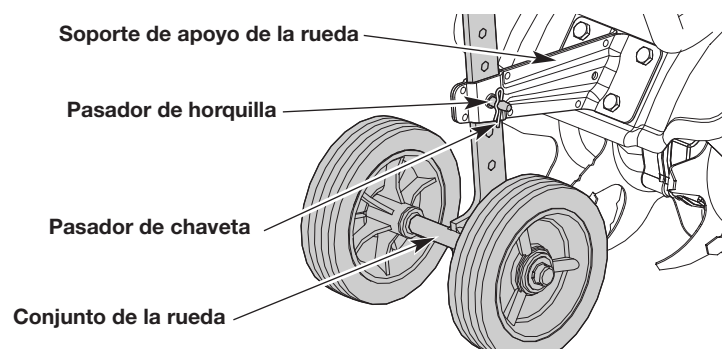

Fig. 1
1. Inserte el conjunto de la rueda en el soporte de la rueda. La forma en "J" del conjunto de la rueda debe quedar orientada en sentido contrario a la unidad (Fig. 1).
2. El orificio del soporte de la rueda debe quedar alineado con el orificio deseado del conjunto de la rueda (Fig. 1).
3. Inserte el pasador de horquilla a través de los orificios alineados (Fig. 1).
4. Inserte el pasador de chaveta en el pasador de horquilla (Fig. 1).
1. Extraiga el pasador de chaveta del pasador de horquilla (Fig. 1).
2. Extraiga el pasador de horquilla del soporte de la rueda y del conjunto de la rueda (Fig. 1).
3. El orificio del soporte de la rueda debe quedar alineado con el orificio deseado del conjunto de la rueda (Fig. 1).
4. Inserte el pasador de horquilla a través de los orificios alineados (Fig. 1).
5. Inserte el pasador de chaveta en el pasador de horquilla (Fig. 1).